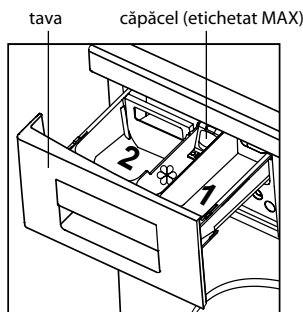
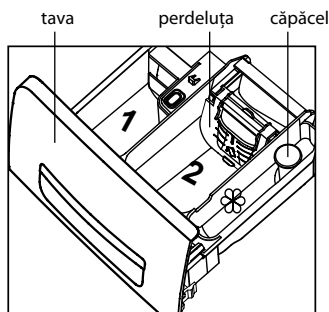
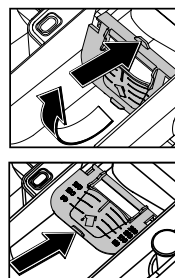

Figura 14
Figura 15
Figura 16
6.2.6 Înainte de a utiliza detergenti sub formă de pulbere în tava așa cum se arată în Figura 15, trebuie să deschideți declanșatorul așa cum se arată în Figura 16: apăsați pe fila pe ea și transferați-o în poziție orizontală, apoi împingeți pana la capat în direcția indicată de săgeată.
6.2.7 Când alegeți funcțiile suplimentare , , se recomandă să utilizați numai detergenti praf, care sunt plasate în împărțiturile 1 și 2, în conformitate cu Figura 14, 15.
În mașina cu o tavă așa cum se arată în Figura 15, înainte de a utiliza detergentul lichid este necesar a transfera declanșatorul în poziție verticală: împingeți-l spre sine pana se oprește și lasați.
6.2.9 Supradozajul substanților de tratament special în împărțitura  (mai sus de MAX marcat pe capac așa cum se arată în Figura 14 sau eticheta de pe partea laterală a împărțiturii, în conformitate cu Figura 15), precum și intrarea lor în împărțitura vecină reduce calitatea de spălare.